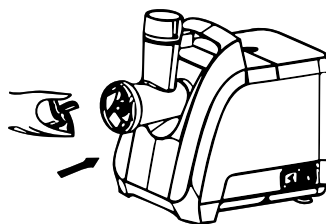

рис.5
7.1.4. Поместите нож на шнек плоской стороной в направлении, противоположном от шнека, как указано на рис. 5.